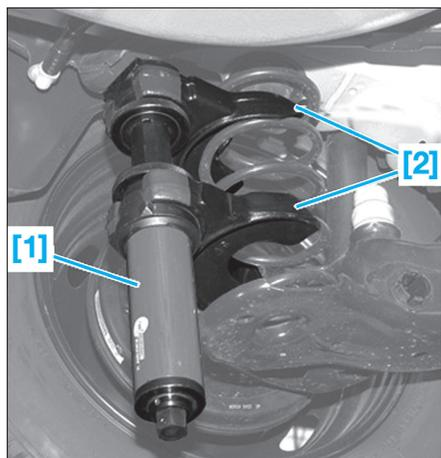

Fig. 45
- Positionner les outils [1] et [2] (Fig.45).